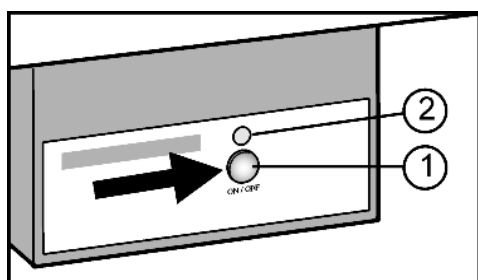

Fig. 8
- ▶ Нажмите и удерживайте кнопку On/Off Fig. 8 (1) так, чтобы светодиод Fig. 8 (2) загорелся.